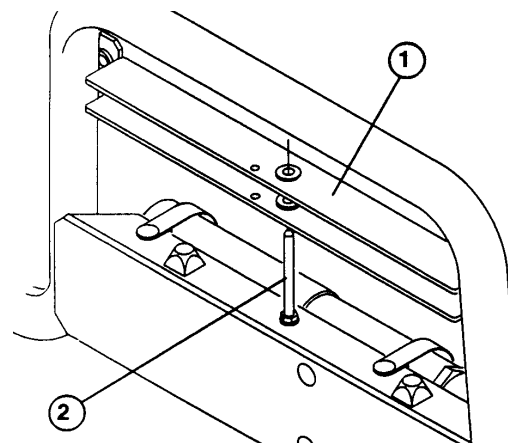

Figure 10
- B. Sortir la béquille du goujon de rangement en haut du profilé de soutien de dossier du Workman (Fig. 10).